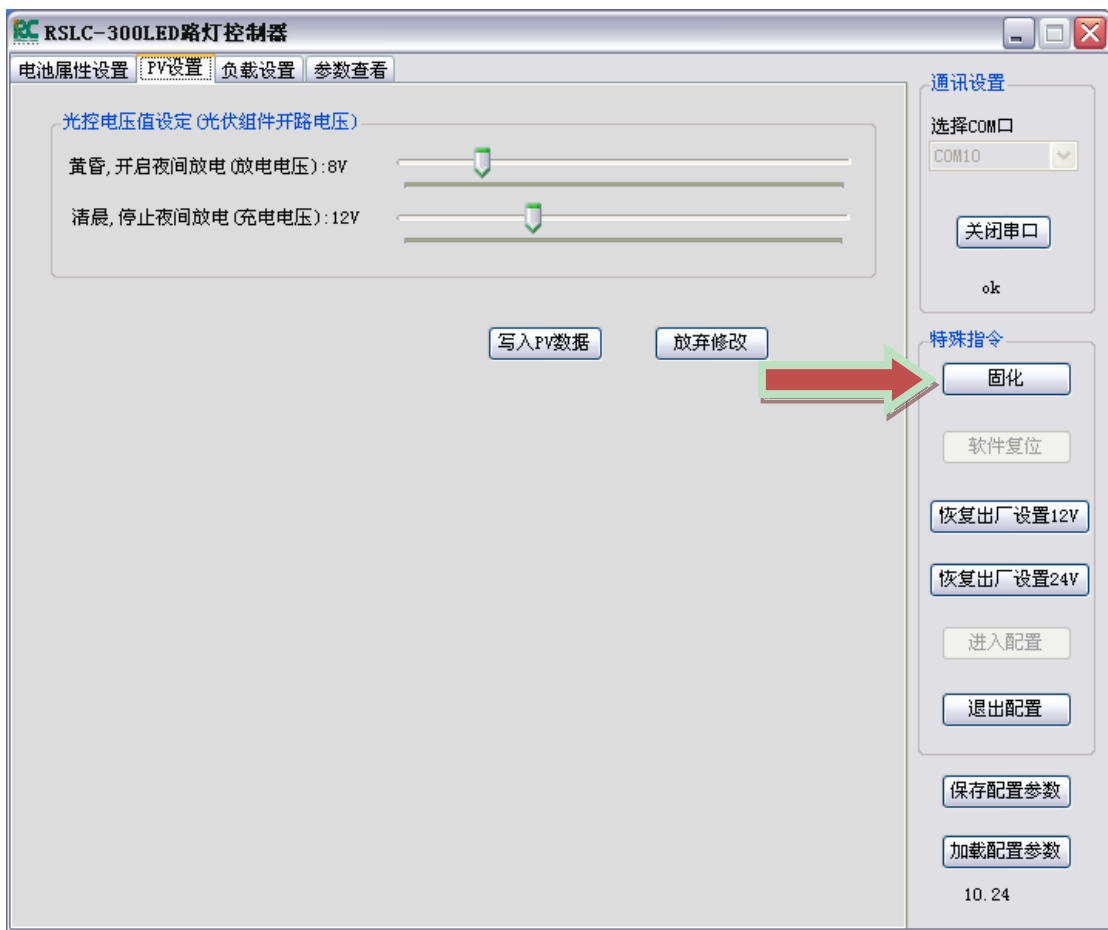

图11-12
7、如图11-12，全部参数修改完并且写入后，请点击”固化“按钮，以保证系统参数固化到控制器。若是忘记了固化，在退出时应用程序和退出配置模式时会提示用户是否需要固化。若不执行固化，则控制器仍使用此次配置前的参数。